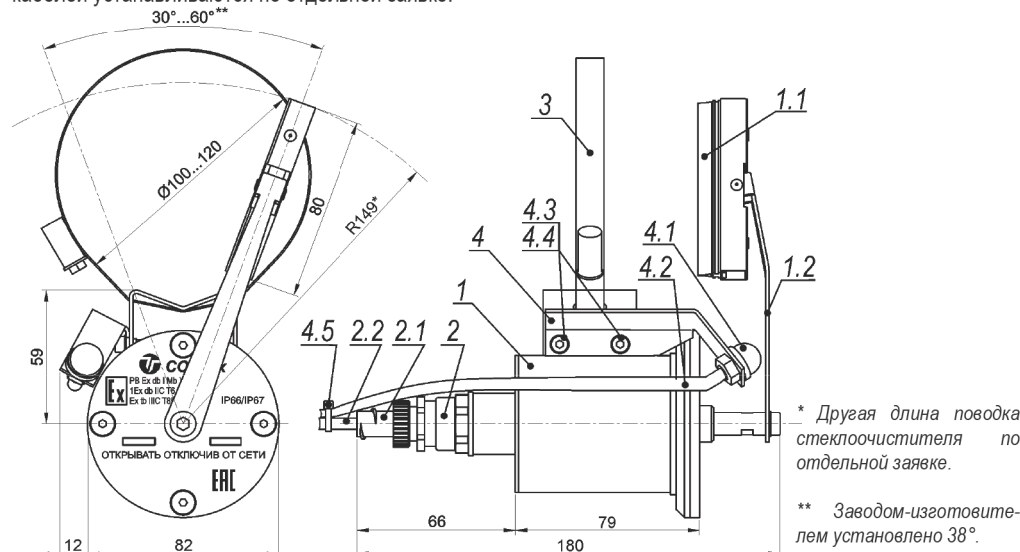

Рис.1 Состав и габаритные размеры CO-1 Ex и омывателя
| 7. Габаритные размеры .....                                | см. рис.1          |
7. Габаритные размеры ..... см. рис.1 и 2
1. Стеклоочиститель CO-1 Ex (см. рис.1)